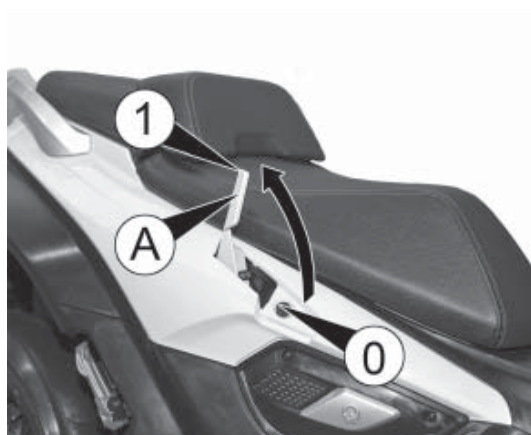

Abb. 8
- den Hebel A Abb. 8 nach unten von Position 1 in Position 0 drücken und dabei stets gut festhalten.